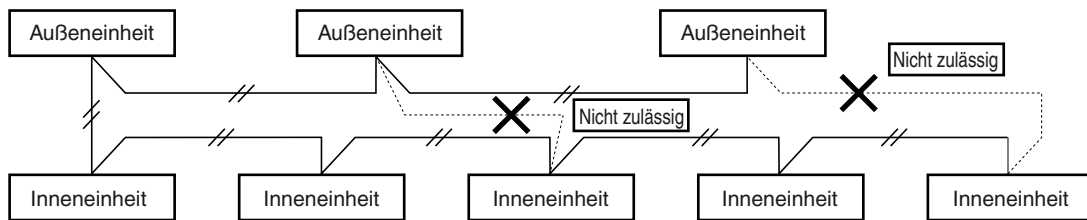

Abb. 5-1
(2) Die Einheiten-Steuerverbindungsverkabelung darf nicht so angeschlossen werden, dass eine Schleife gebildet wird. (Abb. 5-1)